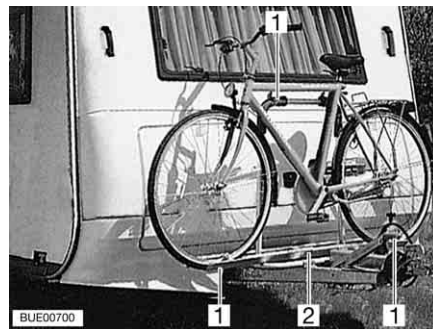

Bild 13 Cykelställ, fram
- Sätt cyklarna på cykelstället (Bild 13,2) och fäst dem med snabbremmarna (Bild 13,1).